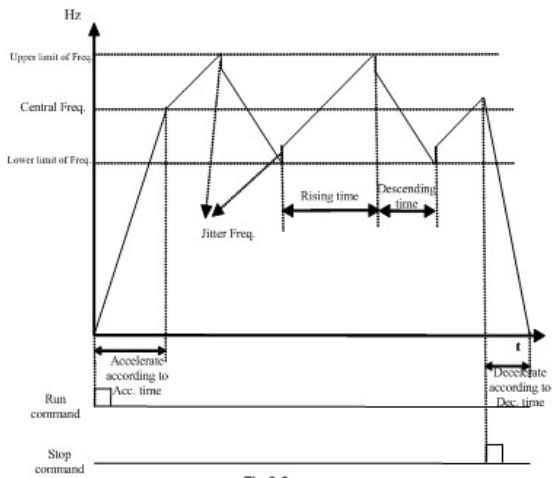

Fig 6-6
- F235=1, режим линейного перемещения 1, центральная частота устанавливается параметром F242, рабочий процесс показан на рис. 6-6.
См. Рис. 6-6, 6-7 и 6-8.